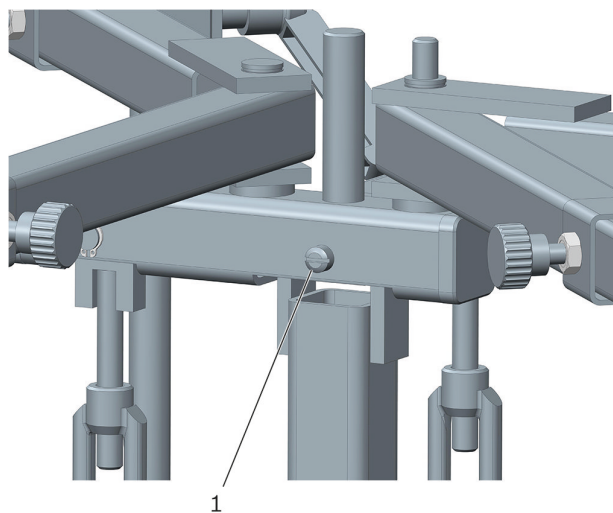

図 11: シャフトねじ 1 とシャフトねじ 2 の位置は反対側になります (見えません)。
- ▶ ギアボックス サポートのスイベル範囲のシャフトねじ(2 個)のねじ接続が適正であることを確認します(図 11 参照)。